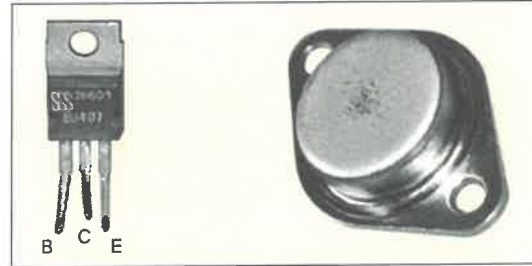
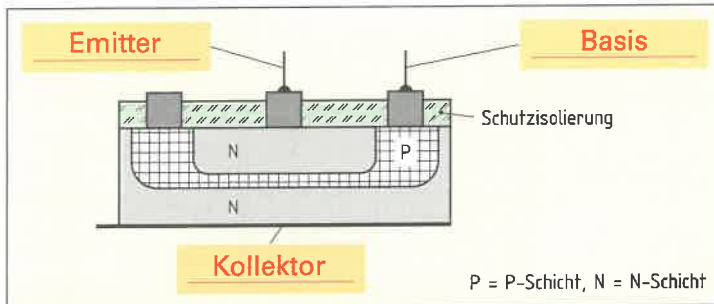

Bild 1: Bipolare Transistoren
Bild 2: Aufbau eines Transistor
Bipolare Transistoren (**Bild 1**) sind verstärkende (aktive) Halbleiterbauelemente, die zum Schalten, z.B. in Steuerungsschaltungen, oder zum Verstärken von Analogsignalen, z.B. in NF-Verstärkern, verwendet werden. Sie bestehen aus drei Halbleiterschichten mit n- und p-leitendem Halbleitermaterial. Der Strom durch einen bipolaren Transistor muss im Gegensatz zu einem unipolaren Transistor (Feldeffekt-Transistor) durch zwei Arten von Halbleiterschichten, n- und p-Schicht (**Bild 2**), fließen.
1. Bezeichnen Sie in **Bild 2** die Anschlüsse eines bipolaren Transistors.